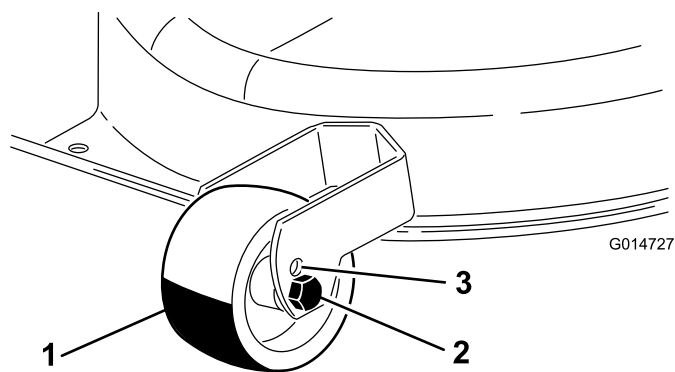

Figura 9
- Per utilizzare le impostazioni dell'altezza di taglio 1 o 2, dovete montare le rotelline nel foro superiore (più alto) presente sulle relative forcelle (Figura 9).
- Per utilizzare le impostazioni dell'altezza di taglio da 3 a 7, dovete montare le rotelline nei fori inferiori (più bassi) presenti sulle relative forcelle (Figura 9).